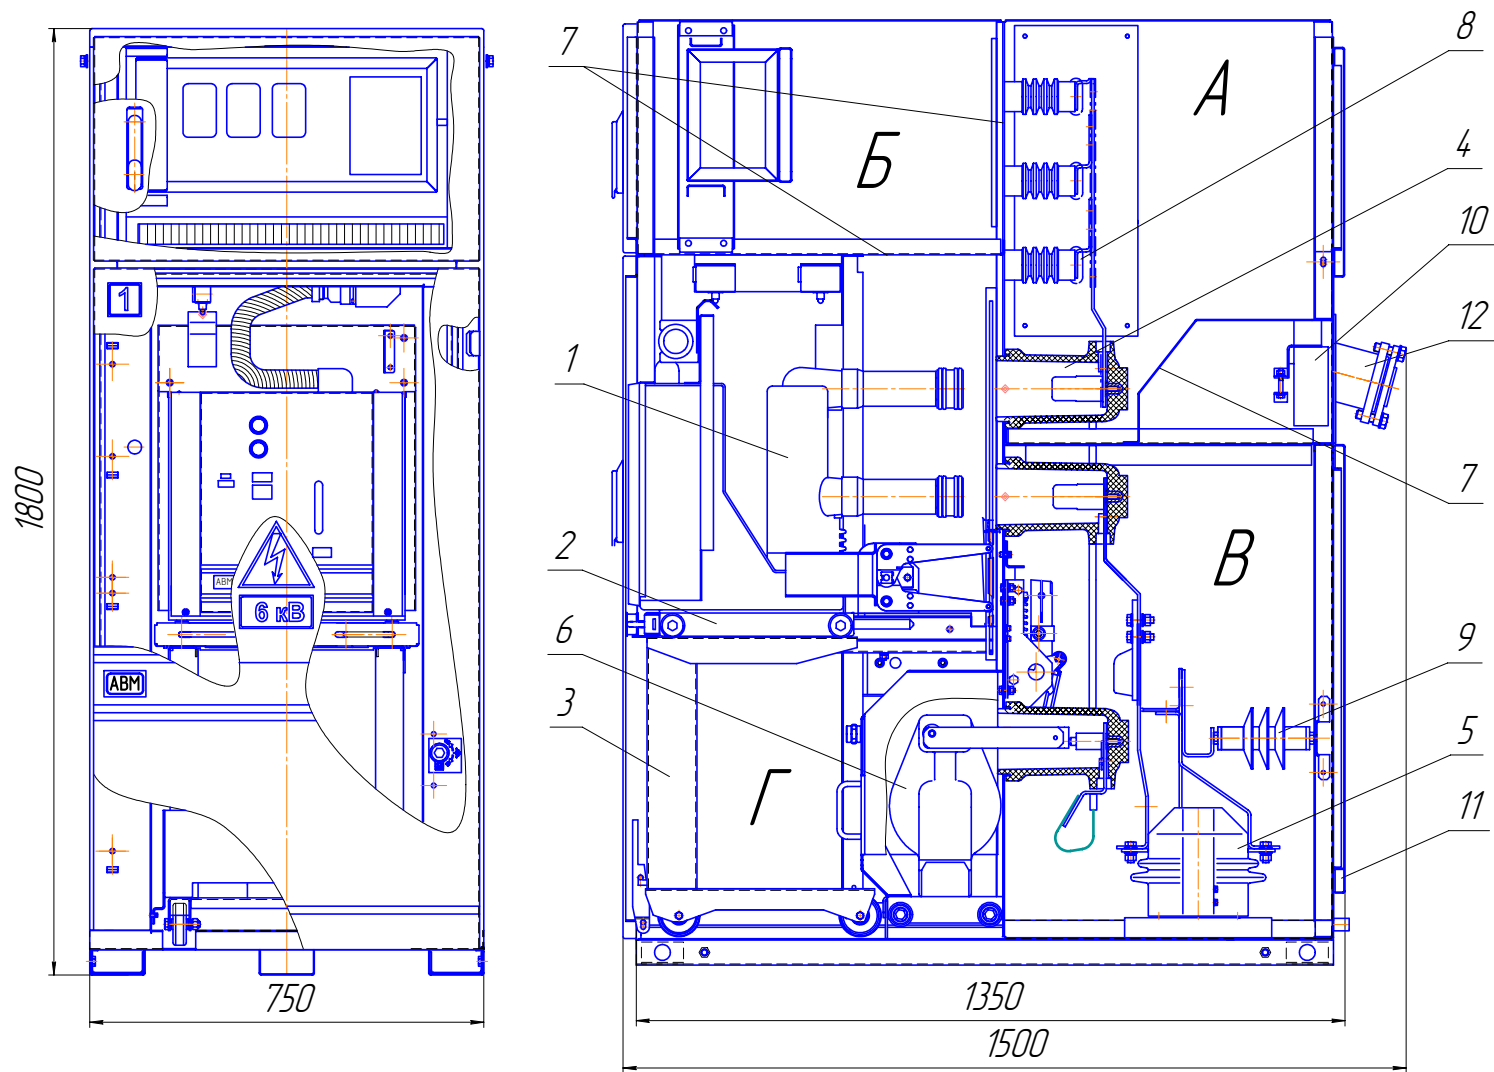

Рисунок 1. Шкаф КРУ серии VM-1-PH-6 UXL5 с выключателем и трансформатором напряжения
Г - отсек выкатного элемента (выключателя, контактора, трансформатора) (рис. 1).
В нижней части отсек выкатного элемента Г (рис. 1) имеет сплошное дно. В боковых стенках имеются пазы для ввода контрольных кабелей (11). Кабели в специальном рукаве расположены между боковыми стенками отсека и соединяют его с релейным шкафом и шкафами подстанции.
В релейном (микропроцессорном) шкафу Б (рисунок 1) размещены аппараты управления, защиты и сигнализации, приборы учета и измерения.
В зависимости от схемы шкафа в отсеке трансформаторов тока и кабелей (В, рис. 1) устанавливаются до двух трансформаторов (5); трансформаторы тока защиты от замыканий на землю (12); контрольные кабели, для прохода которых в нижней части задней стенки отсека выполнены кабельные вводы (11); кабели внешних соединений, для прохода которых установлены кабельные вводы (12) на задней стенке отсека, а на шинах отверстия для присоединения кабельных наконечников.